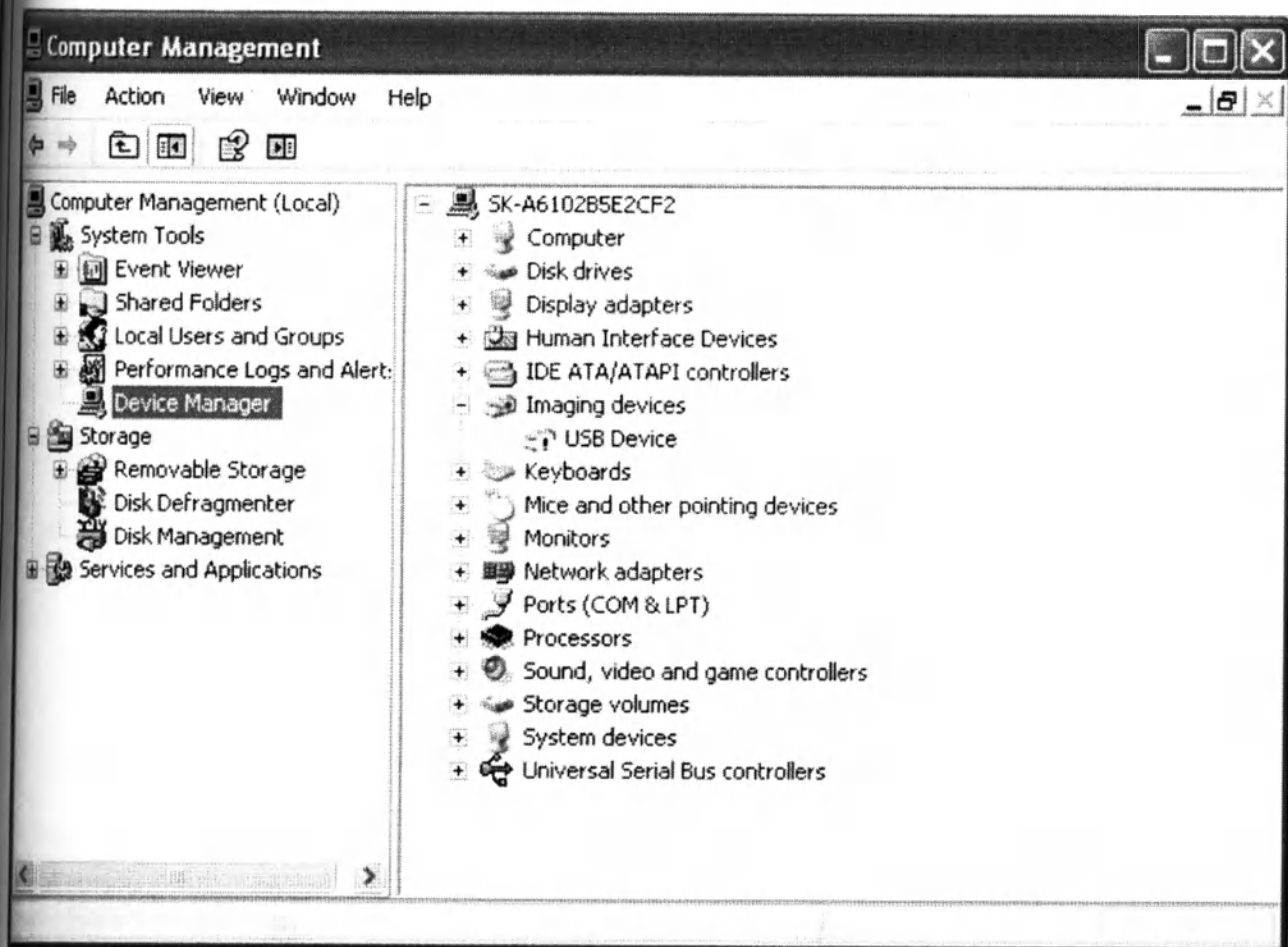

Рисунок 6
– кликнуть по Device Manager (Диспетчер устройств), выбрать Imaging devices (Устройства обработки изображений) в правой части окна (рисунок 6);